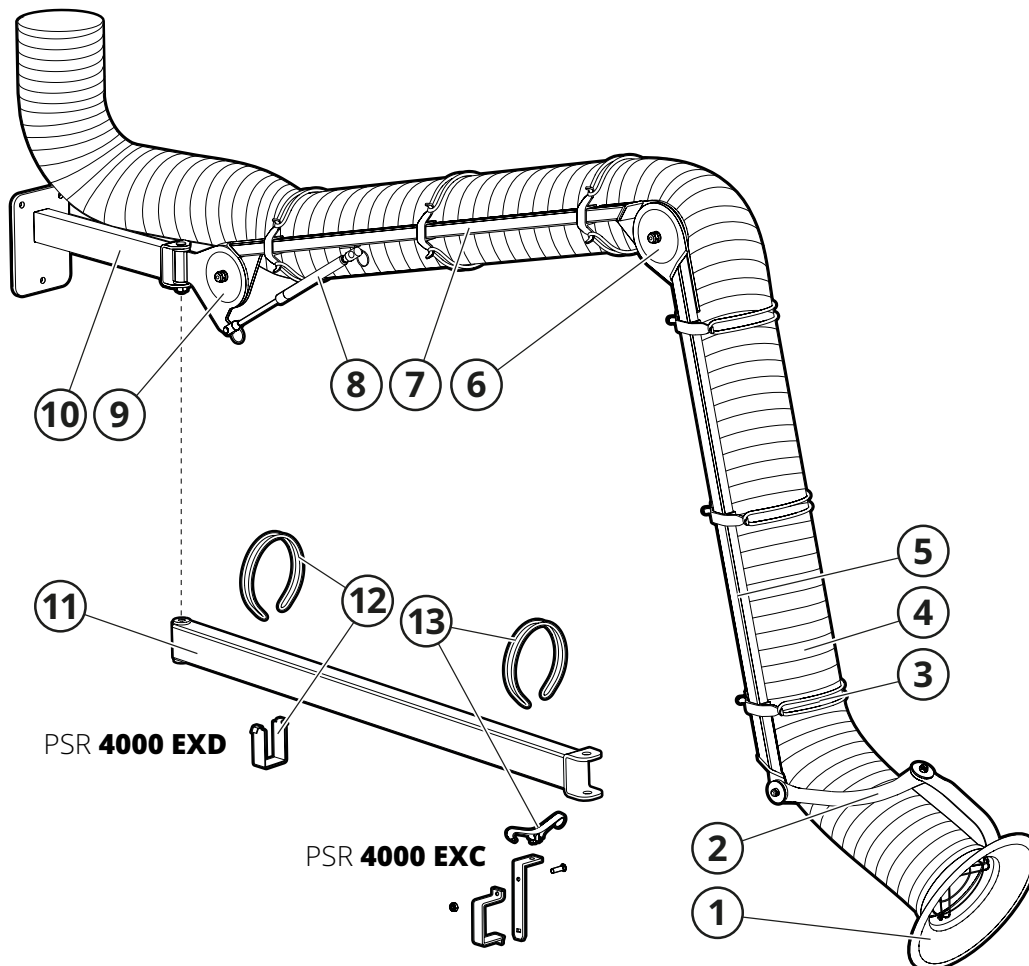

Fig. 2
Se Fig. 2.
Punktutsuget monteras på ett väggfäste (10, Fig. 2) som standard och har utvändigt placerade bärmarmar (5, 7). På övre leden (9) sitter en gasfjäder (8) som balanserar armens egenvikt. Armens motstånd regleras i respektive led (6, 9). Huvnen (1) är designad för maximal sug effektivitet och är idealisk för uppfångning av gas och damm. Huvleden (2) är böjbar 180+180°. Slangen (4) sitter monterad på armen med Fumex Q-MaiD™ slangfäste (3).